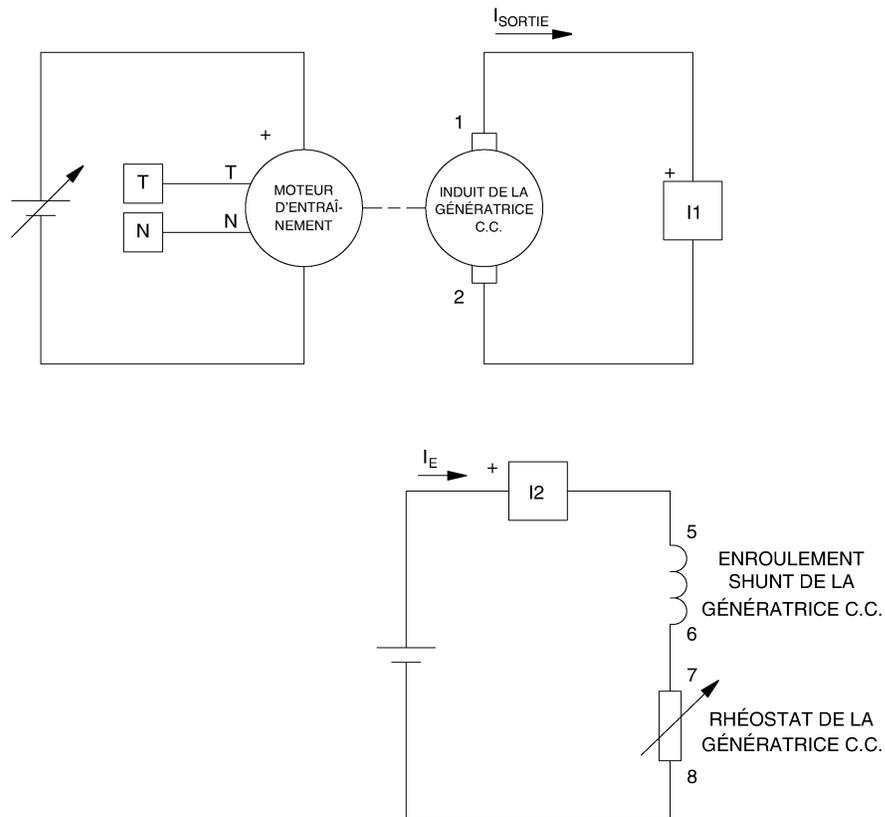

Figure 3-5. Génératrice c.c. à excitation séparée couplée à un moteur d'entraînement.
Dans la deuxième partie de cette expérience, vous allez monter l'équipement dans le Poste de travail, le raccorder tel qu'illustré à la figure 3-5 et effectuer les réglages appropriés sur le module Moteur d'entraînement / Dynamomètre.
- 9. Montez le circuit de la génératrice c.c. à excitation séparée de la figure 3-5.